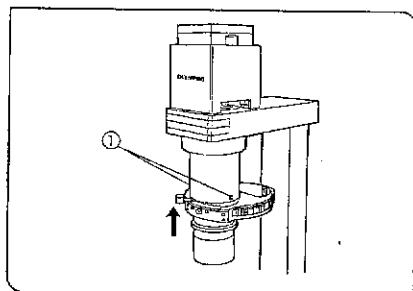

図 31
- 1) 照明支柱のコンデンサ取付ねじ①(2ヶ所)を六角ドライバでゆるめます。(図31)